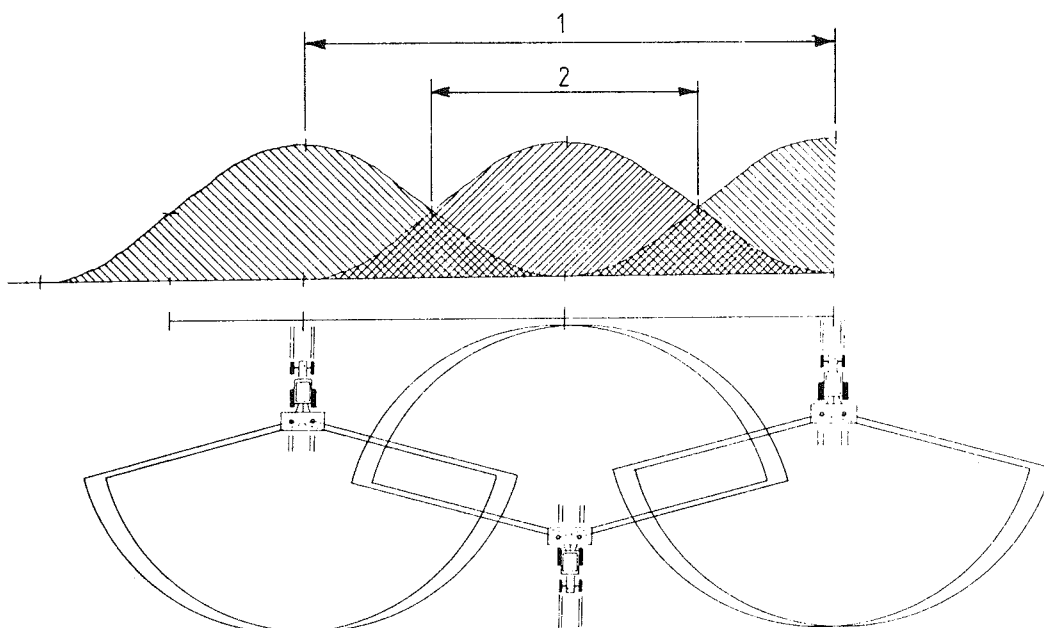

Fig. 11
Den totale spreddebrede (1) er den bredde, hvortil de yderste korn falder, - og den effektive spreddebrede (2) er den afstand, hvor den korrekte overlapning opnåes. (Fig. 11).
The total spreading width (1) is the width to which the external grains fall, - and the effective spreading width (2) is the distance where the correct overlap is gained. (Fig. 11).
Die totale Streubreite (1) ist die Breite, bis zu der die weitesten Körner fallen, und die effektive Streubreite (2) ist der Abstand, in welchem die korrekte Überlappung erreicht wird (Fig. 11).
La largeur totale d'épandage (1) correspond à la surface couverte par les projections d'engrais. La largeur effective d'épandage (2) correspond, quant à elle, à la distance entre deux passages pour lesquels le recouvrement est correct (Fig. 11).